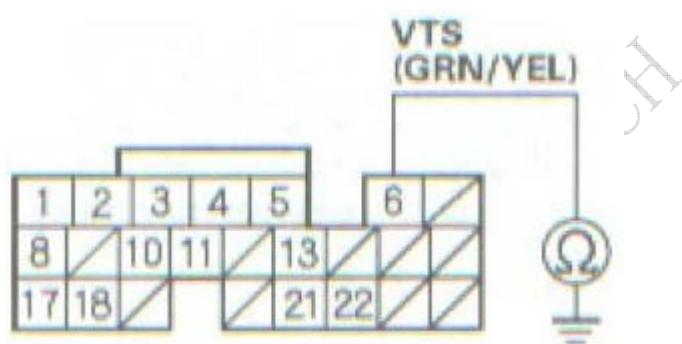

图 1
9) 检查 PCM 插头的 B6 端子与车身是否导通（见图 1）：